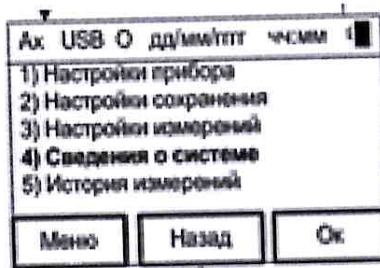

Рисунок 2
8.2.5 Нажать кнопку «Меню» () и в появившемся окне кнопками   выбрать «Сведения о системе» (рисунок 2) и нажать «ОК» ().